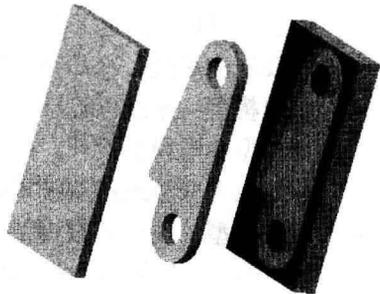

图 1-5 开模仿真
- **开模：**模拟模具的打开过程，即分离模具，取出制件，如图 1-5 所示，该过程可以检查模具设计是否合理。